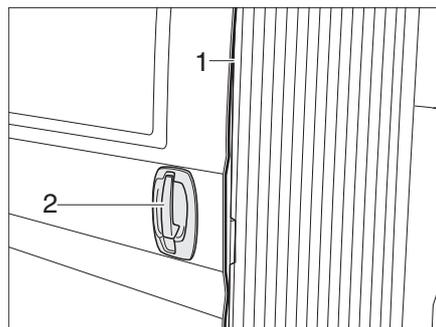

Bild 16 Schiebetür, elektrisch - Türgriff außen
- ▷ Um Quetschungen an der elektrischen Schiebetür zu vermeiden, befindet sich an der Schließkante eine Kontaktleiste (Bild 16, 1). Bei Berührung wird die Bewegung der Schiebetür sofort gestoppt.
*Öffnen:* ■ Am Türgriff (Bild 16,2) ziehen. Die elektrische Schiebetür fährt bis zum Anschlag auf.
*Schließen:* ■ Am Türgriff (Bild 16,2) ziehen. Die elektrische Schiebetür schließt sich und fährt in das Türschloss.